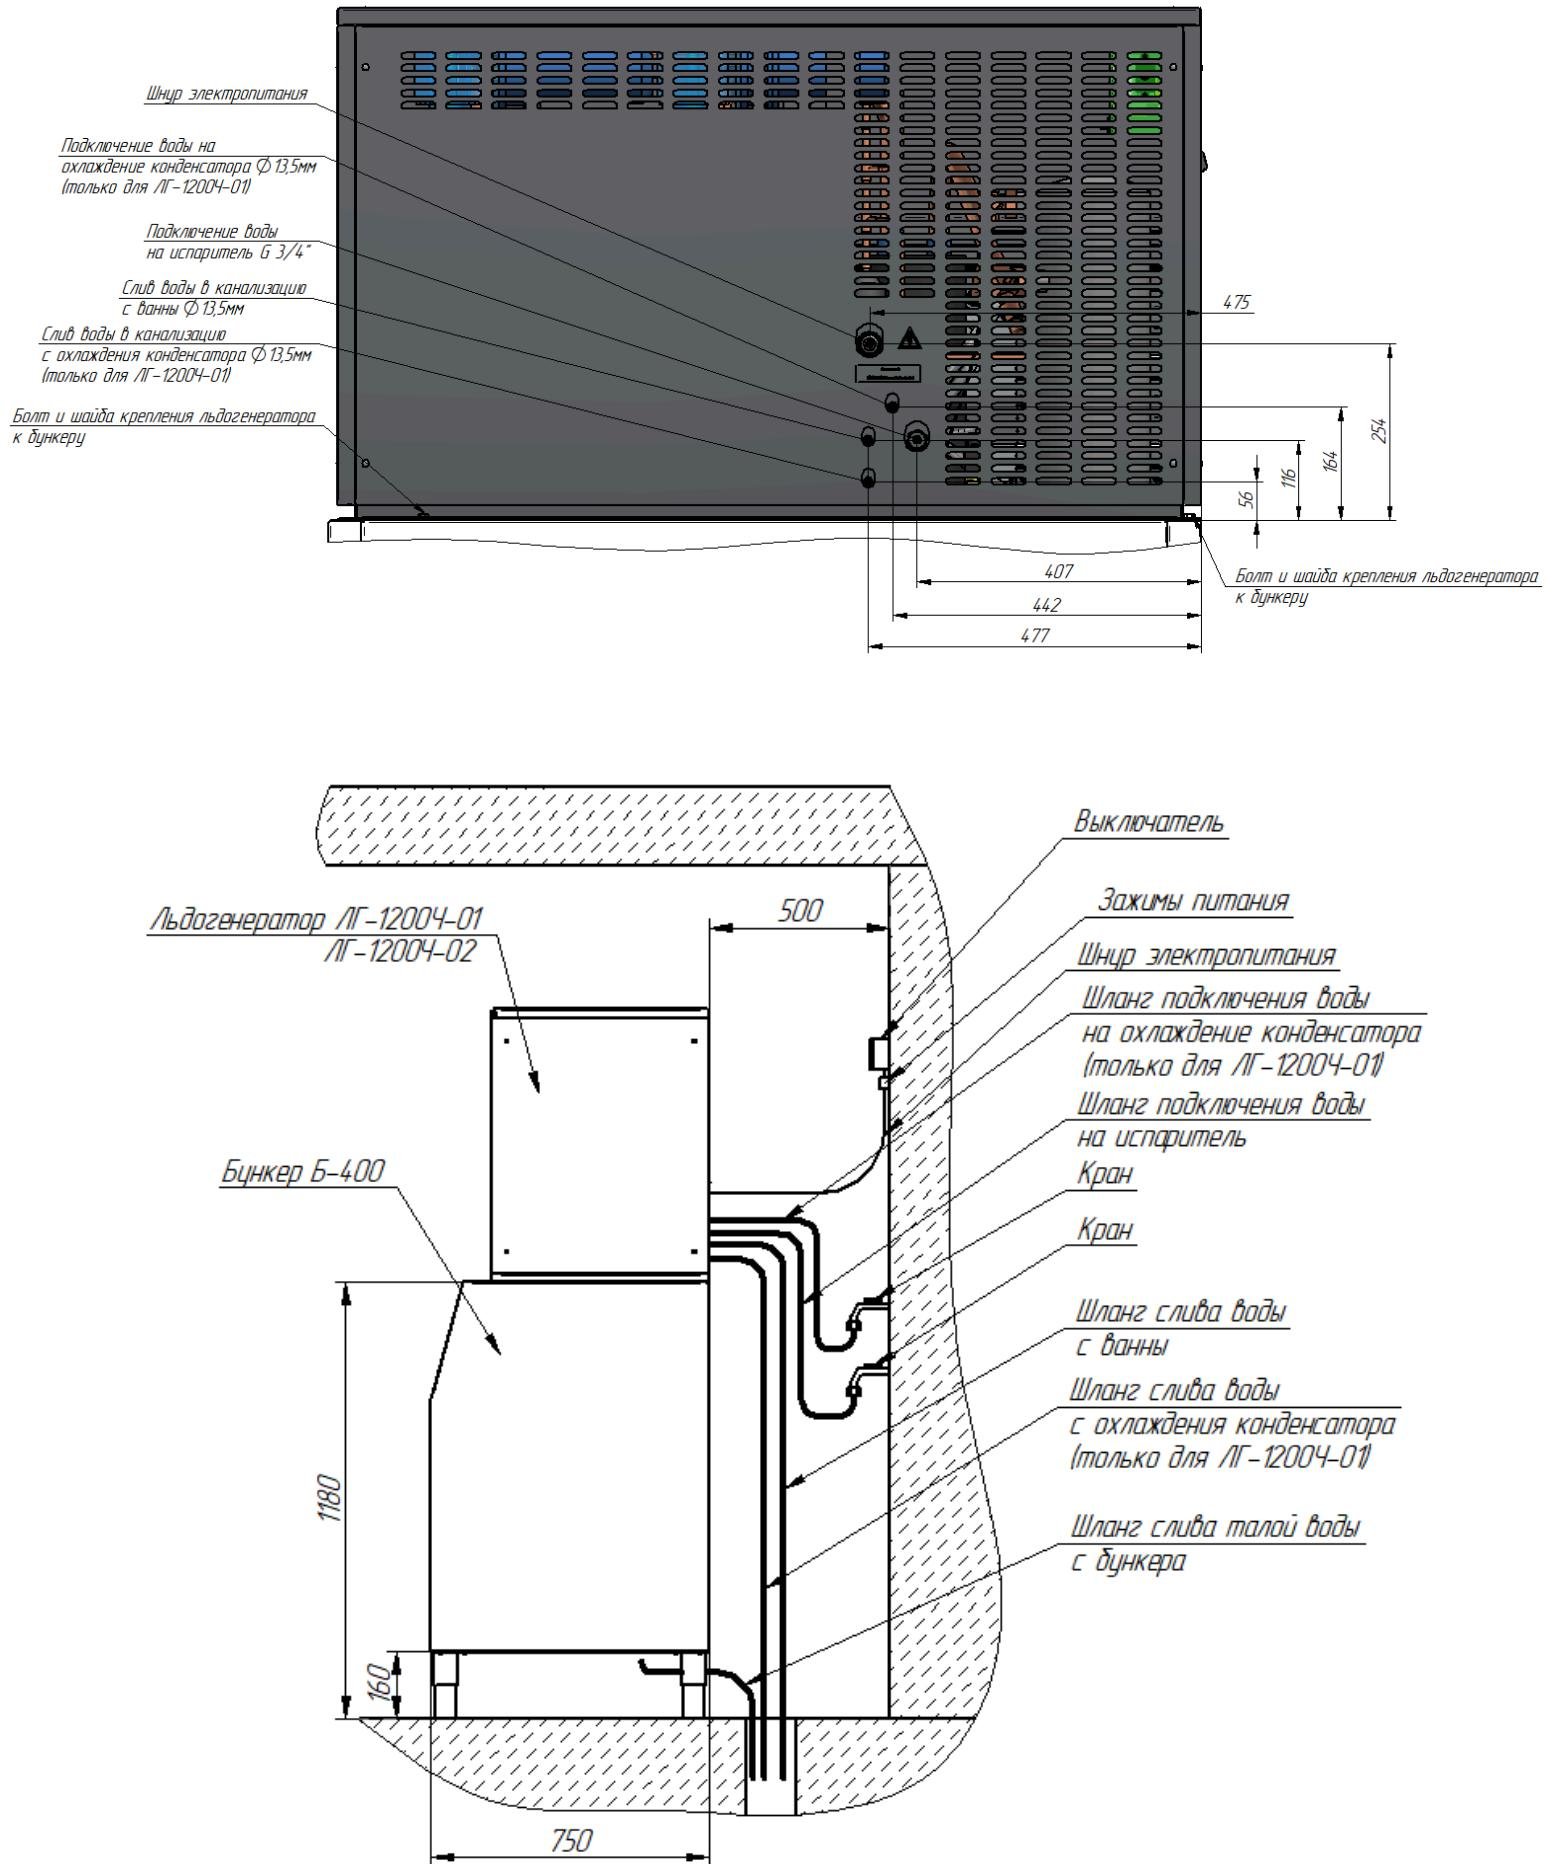

Рис. 5 Схема подключения льдогенератора с бункером Б-400
- установить льдогенератор на накопитель льда. Для льдогенераторов ЛГ-1200Ч-01, ЛГ-1200Ч-02 использовать бункер-накопитель Б-400. Льдогенератор должен фиксироваться на бункере-накопителе двумя болтами с предварительно установленными шайбами из комплекта поставки моментом затяжки $26\pm1,5$ Н·м ($2,7\pm0,15$ кгс·м). Схема монтажа показана на рис. 5. Положение льдогенератора должно быть горизонтальным, в случае необходимости отрегулируйте высоту и устойчивое положение изделия с помощью регулируемых ножек бункера;
- подключить изделие к системе водоснабжения. Льдогенератор подключается к системе водоснабжения через штуцер с резьбой G 3/4" для подачи воды на испаритель и через штуцер под шланг с внутренним диаметром 12 мм для подачи воды на охлаждение конденсатора (для ЛГ-1200Ч-01) (рис. 5). Для дополнительной фиксации шланг крепить к штуцеру хомутом. Подсоединение шлангов подачи воды должно проводиться через краны для экстренного прекращения подачи воды на охлаждение конденсатора и испаритель в случае необходимости.
- подключить изделие к системе канализации через штуцер слива воды с ванны и штуцер охлаждения конденсатора под шланг с внутренним диаметром 12мм (для ЛГ-1200Ч-01) и штуцер для слива талой воды с бункера Б-400 (рис. 5). Убедиться, что сливные шланги находятся ниже, чем выходы на задней панели льдогенератора и основания бункера, чтобы вода могла стекать.
ВНИМАНИЕ! При сливе воды из ванны, конденсатора и бункера, необходимо организовать разрыв струи, обеспечив воздушный промежуток не менее 20 мм между концами сливных шлангов и краем принимающей трубы (см. рис. 5).